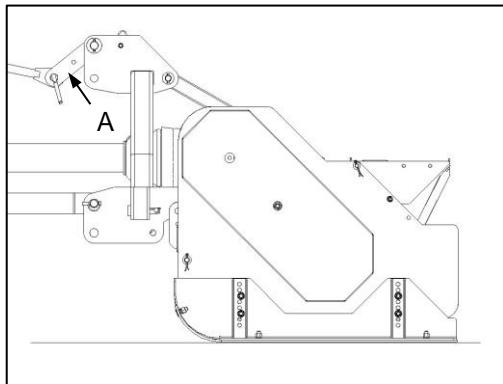
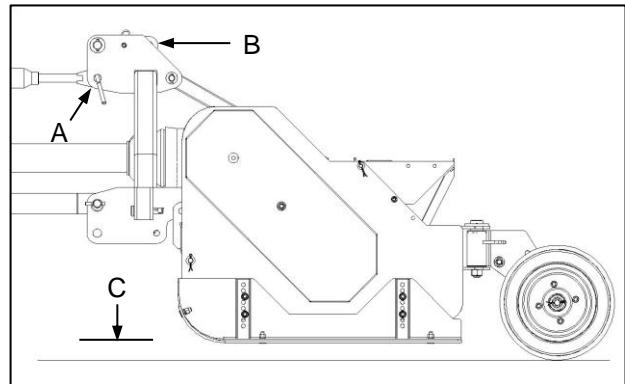
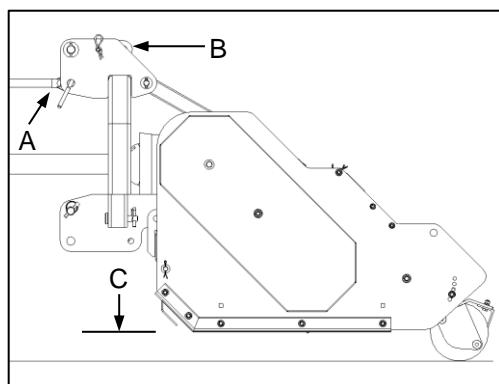

Fig. 1
Fig. 2
Fig. 3
- the height-adjustable side panels and skids (Fig. 1)
- the articulated, adjustable rear wheel sets (Fig. 2)
- the height-adjustable rear roller (Fig. 3)
- die hoogteverstelbare sypanele en glystukke (Fig. 1)
- die geartikuleerde, verstelbare agterwielstelle (Fig. 2)
- die hoogteverstelbare agterste roller (Fig. 3)
- Note that, regardless of the chosen attachment configuration (Fig. 1 / Fig. 2 / Fig. 3) above, this implement must NEVER be operated in reverse. This includes any attempt to reverse when the implement is in contact with the ground. Failure to observe this requirement will result in structural and mechanical failure not covered under warranty.
- Let daarop dat ongeag die gekose hegstukkonfigurasie (Fig. 1 / Fig. 2 / Fig. 3 bo), hierdie implement NOOIT in trurat bedryf moet word nie. Dit sluit enige poging in om agteruit te stoot terwyl die implement in kontak met die grond is. Versuim om hierdie vereiste na te kom sal tot strukturele en meganiese onklaarraking lei wat nie onder waarborg gedek word nie.
Use of the adjustable side panels with skids requires the use of the break link (Fig. 1-A) provided on the implement hitch frame for attachment of the tractor top link.
Use of the articulated rear wheel sets requires the tractor top link to be attached DIRECTLY to the implement hitch frame clevis (Fig. 2-A), while the break link may be stowed in the position shown (Fig. 2-B).
- ✓ Adjust the tractor 3-point hitch top link to level the implement in relation to ground level (Fig. 2-C).
Gebruik van die verstelbare sypanele met glystukke vereis die gebruik van die knakskakel (Fig. 1-A) op die implementhaakraam vir die aanheg van die trekker-boskakel.
Gebruik van die geartikuleerde agterwielstelle vereis dat die trekker-boskakel DIREK aan die implementhaakraamvulk (Fig. 2-A) gekoppel word, terwyl die breekskakel in die aangetoonde posisie (Fig. 2-B) gestoor kan word.
- ✓ Verstel die trekker se 3-punt-haak-boskakel só dat die implement parallel met die grond is (Fig. 2-C).
The use of the adjustable rear roller requires the tractor's top link to be attached DIRECTLY to the implement hitch frame clevis (Fig. 3-A), while the break link may be stored in the position shown (Fig. 3-B).
- ✓ Adjust the tractor 3-point hitch top link (Fig. 3-A) to level the implement in relation to ground level (Fig. 3-C).
Die gebruik van die verstelbare agterste roller vereis dat die trekker se boskakel DIREK aan die implement se haakraamvurk (Fig. 3-A) gekoppel word, terwyl die breekskakel in die aangeduide posisie gestoor kan word (Fig. 3-B).
- ✓ Verstel die 3-punt-haak se boonste koppelstuk (Fig. 3-A) om die implement gelyk met die grondvlak te maak (Fig. 3-C).